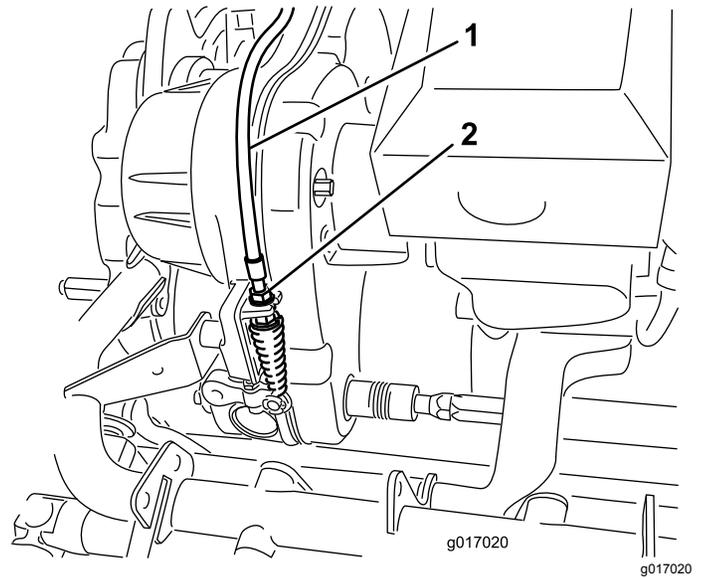

图50
2. 在变速箱隔板上调整滚刀控制装置拉线图50使弹簧长度达到70.672.4mm。